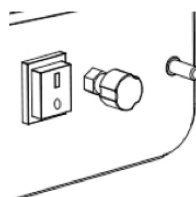

Figura.3
- e. cod. 53586 – Regule la llama y la salida girando la perilla ajustable hacia la izquierda para aumentar o hacia la derecha para disminuir. (Figura 3).